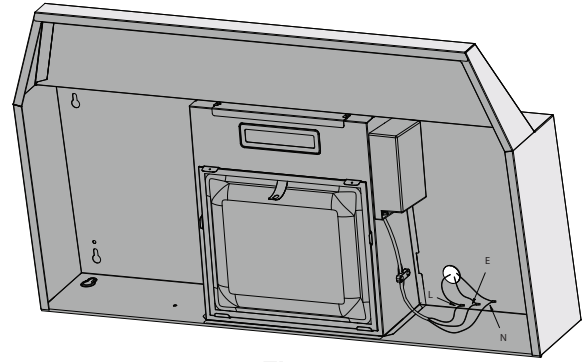

Figure 7
- Selon que vous utilisez le trou A ou le trou B, connectez le câble au câblage de la hotte (voir figure 7).